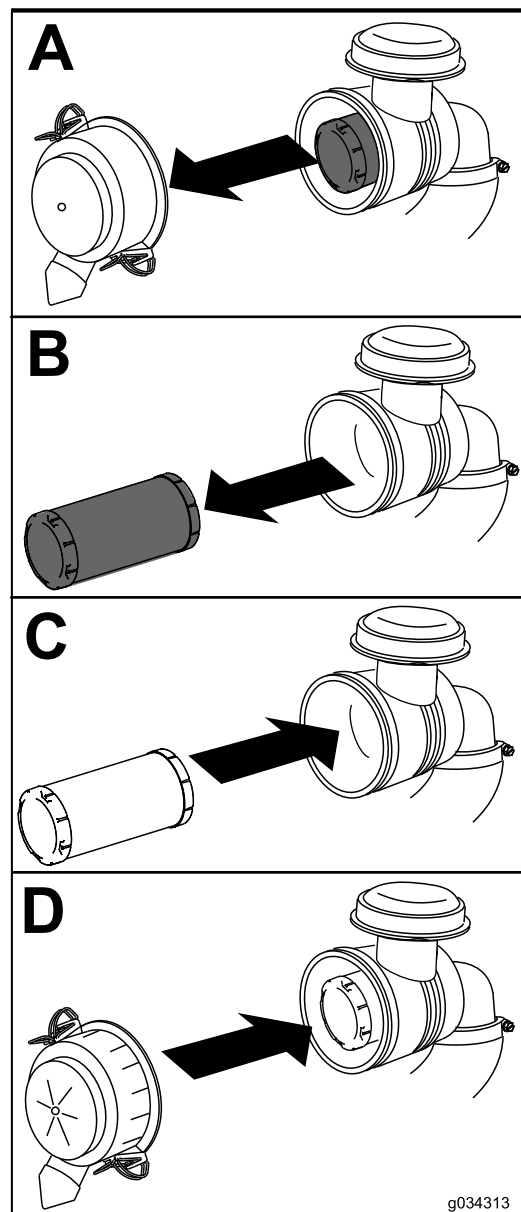

Figure 37
1. Sortez l'élément filtrant hors du boîtier du filtre à air avec précaution (Figure 37).
4. Reposez le couvercle du filtre à air, le côté identifié comme étant le HAUT, puis verrouillez-le en place (Figure 37).